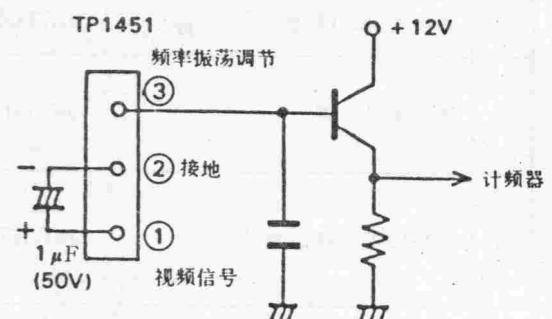

图14
步骤: ①如图14所示, 加一缓冲电路接频率计数器
②如图14所示, 接1个 $1 \mu \text{F}/50 \text{ V}$ 电容于